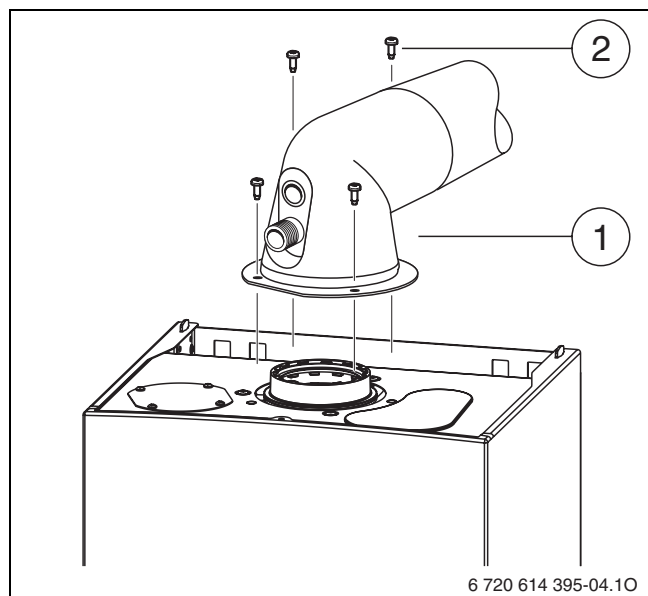

Fig. 15 Fissaggio accessori di aspirazione/scarico
- In caso di funzionamento senza bollitore, tappare i rif. 2 e 4, vedere Fig. 15 oppure montare tra i due raccordi dei rif. succitati, l'accessorio opzionale n° 1113.